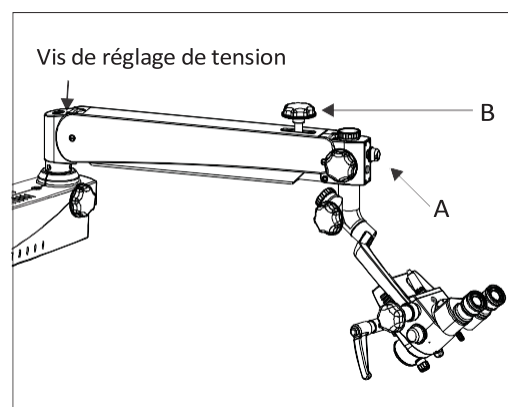

Fig. 12
2. Bien que la tension sur le microscope soit présente en usine selon la configuration commandée. L'utilisateur peut néanmoins régler la force de haut en bas en réglant la vis Allen dans le sens des aiguilles d'une montre ou dans le sens inverse des aiguilles d'une montre avec le aide de un 8mm Allen clé. Reportez-vous à la Fig. 12 pour voir l'emplacement exact de la vis de réglage de la tension.
3. Verrouillez le mouvement de haut en bas de la suspension bras en utilisant verrouillage bouton (B) sur la fig. 12 après focalisation de la zone d'intérêt.
5. Le éclairage est contrôlé à travers le bouton de commande (A), fig. 12 . Tournez-le dans le sens des aiguilles d'une montre ou dans le sens inverse pour obtenir le niveau d'éclairage souhaité.